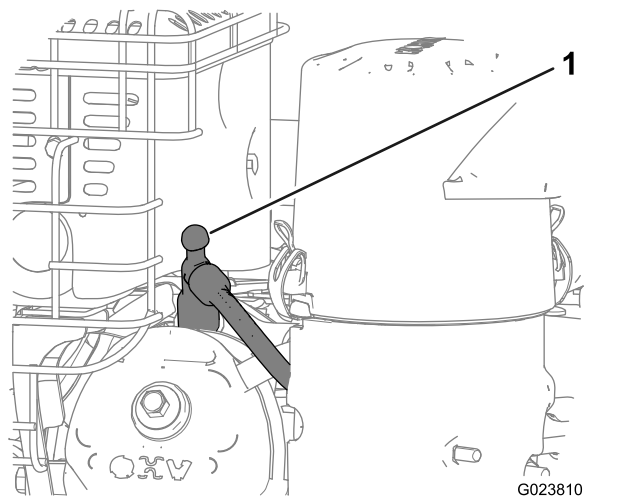

Рисунок 30
4. Отсоедините провод свечи зажигания и держите его в стороне от свечи, чтобы исключить случайный пуск двигателя (Рисунок 30).